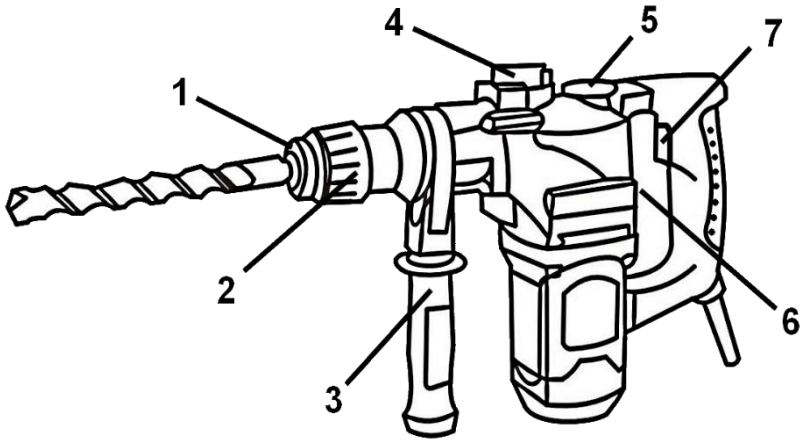

Рисунок 1
4.1 Виберіть необхідний режим роботи виробу за допомогою перемикачів (4) та (6) (див. рисунок 1).
4.2 Для ввімкнення виробу натисніть на курок вимикача (7) (рис.1). Для відключення виробу слід курок відпустити.